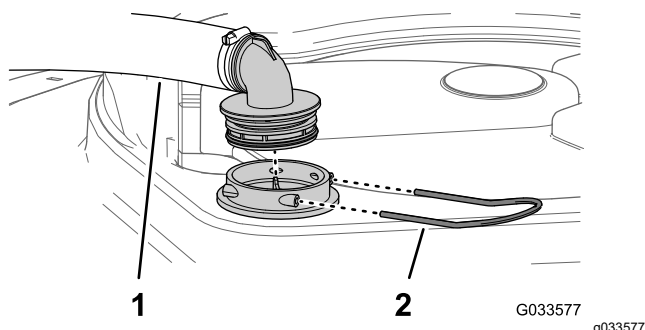

図 112
2. タンク上部で、フィルタハウジングからの太いホースについているフィッティングを固定しているリテーナを外す 図 112。
3. フィルタハウジングからホースとフィッティングを取り外す 図 112。